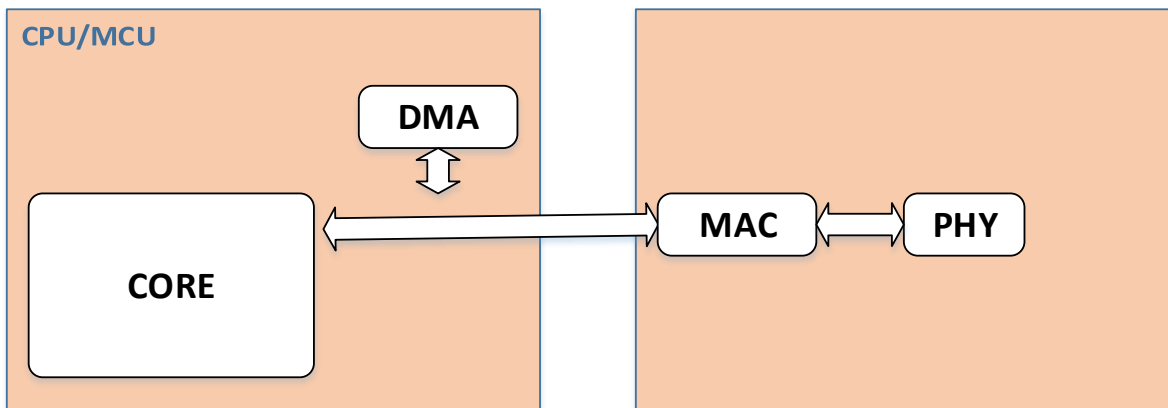

图 4. MAC 和 PHY 采用独立芯片
3. MAC 和 PHY 采用独立芯片，其结构如图 4 所示：